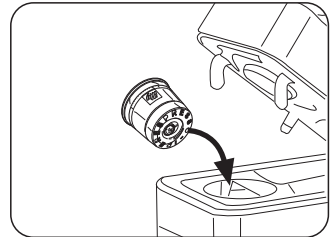

Fig. 8
- Sollevare indietro lentamente (fino all'arresto) la leva di comando (1) (Fig. 7) e inserire una capsula nell'apposito spazio (Fig. 8)